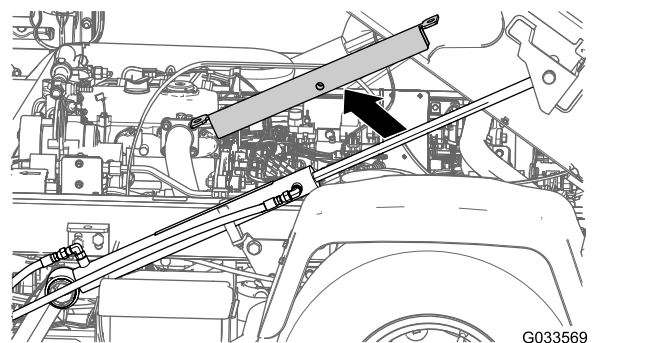
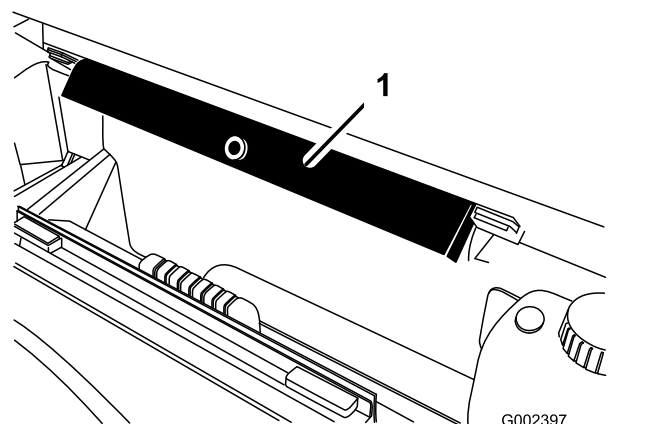

Figure 34
Figure 35
- Retirez la béquille de plateau du vérin de levage et rangez-la dans les supports de rangement à l'arrière du panneau de la structure ROPS (Figure 34 et Figure 35).